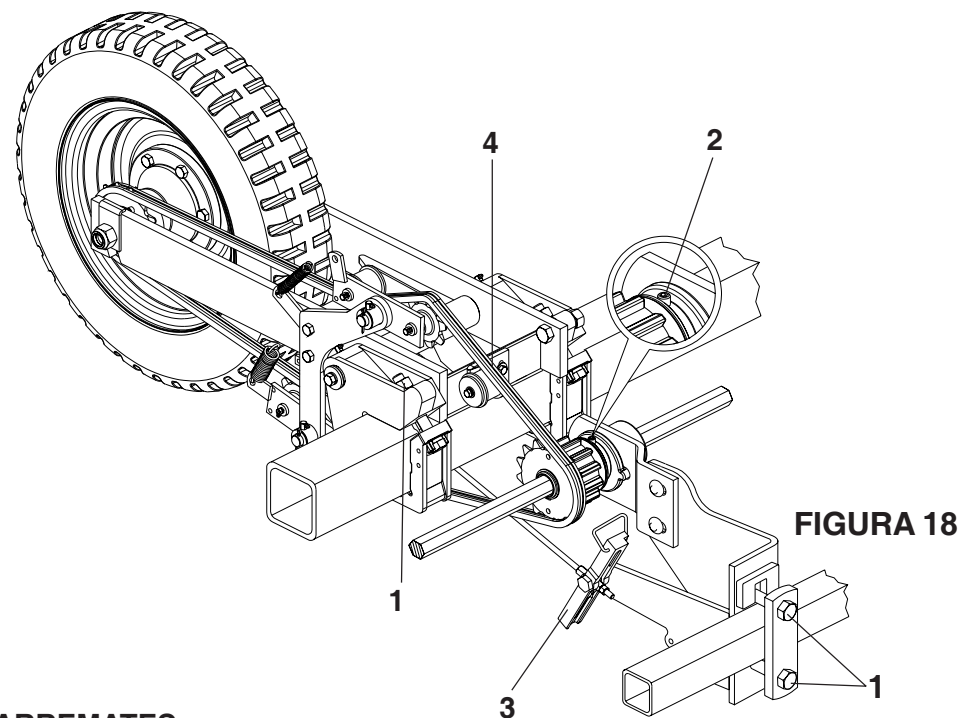

FIGURA 18
POSIÇÃO DA RODA (FIGURA 18)
4 - Observe o alinhamento das engrenagens da roda e catraca, com a corrente de transmissão (4). (**FIGURA 18**)
5 - Para arremates, a catraca é dotada de uma trava (3) que acionada manualmente permite o plantio com apenas metade das linhas. (**FIGURA 18**).